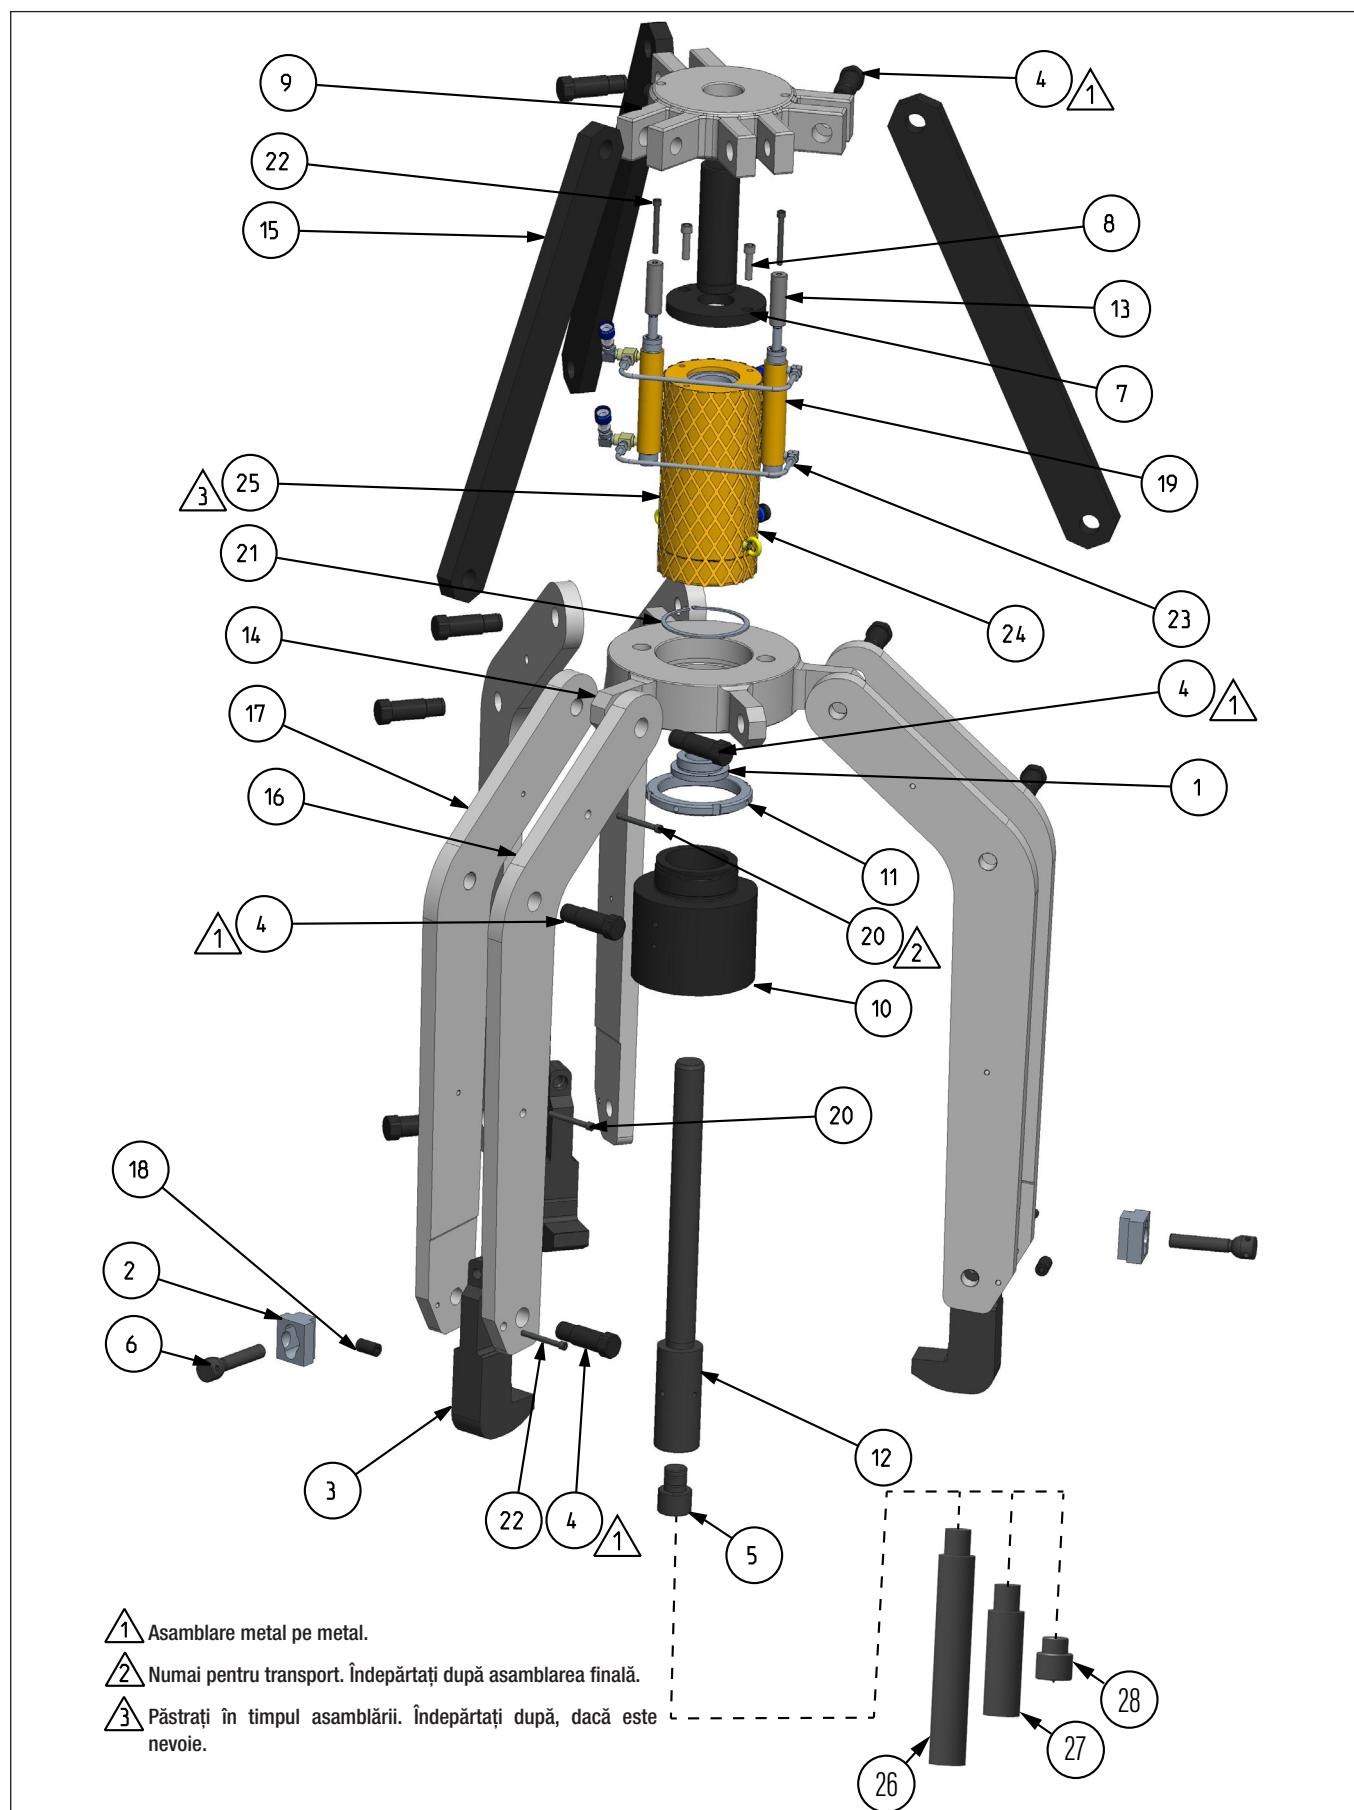

Figura 20: Vedere descompusă - Extractor hydraulic
9.2.1 Tabel cu piese extractor hidraulic LGH3100 (Figura 20)